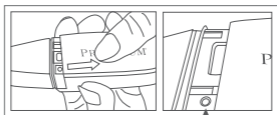

Fig. 4
4. Quite la tapa del compartimento de las pilas para ver el botón de activación de calibración; un orificio en el borde izquierdo inferior, tal y como se muestra en la Fig. 4.